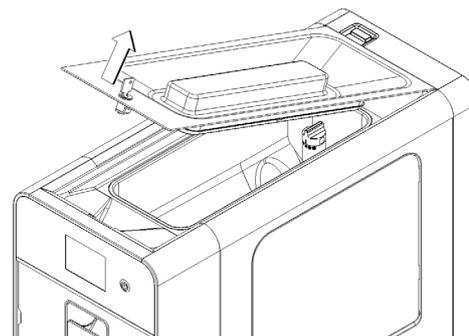

figura 16
**1** Quite la tapa superior. (ver figura 16) Si la tapa tiene cerradura, gire la llave en sentido levógiro y quitela. (ver figura